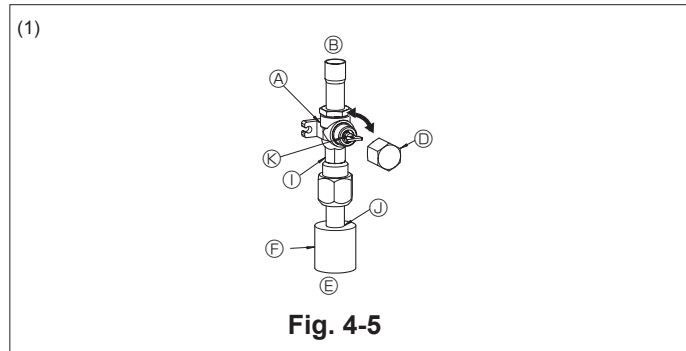

Fig. 4-5
- Si la presión se reduce en los pasos (2) o (3), hay una fuga de gas. Busque el punto de fuga del gas.
- Lado del gas (Fig. 4-5)